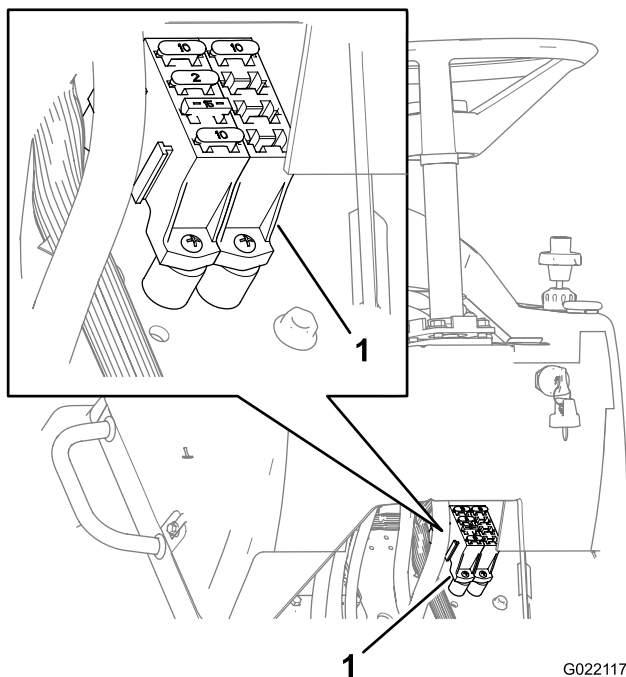

Figure 61
1. Coupe-circuit de la batterie en position allumée (I)
2. Coupe-circuit de la batterie en position éteinte (O)
3. Remplacez le fusible qui a sauté dans le porte-fusibles par un nouveau fusible d'ampérage équivalent (Figure 61).